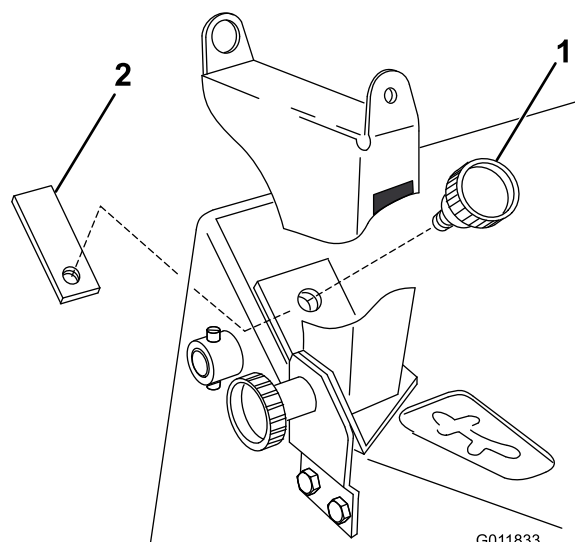

Figure 6
8. Fixez le support d'orientation au panneau de commande à l'aide de l'autre bouton et de la plaque de retenue (insérés par l'arrière du panneau de commande) (Figure 6).